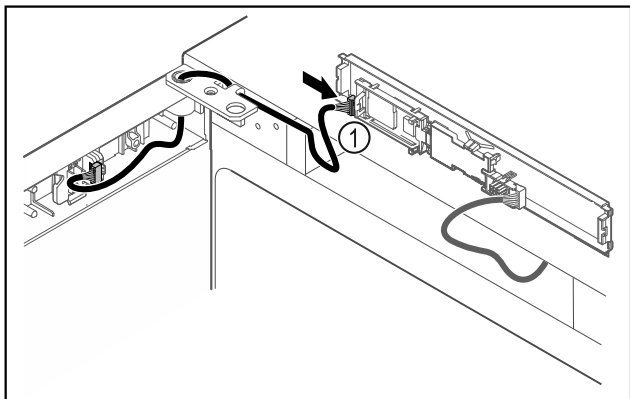

Fig. 42
- ▶ Natakните utikač Fig. 42 (1) na tiskanu pločicu.